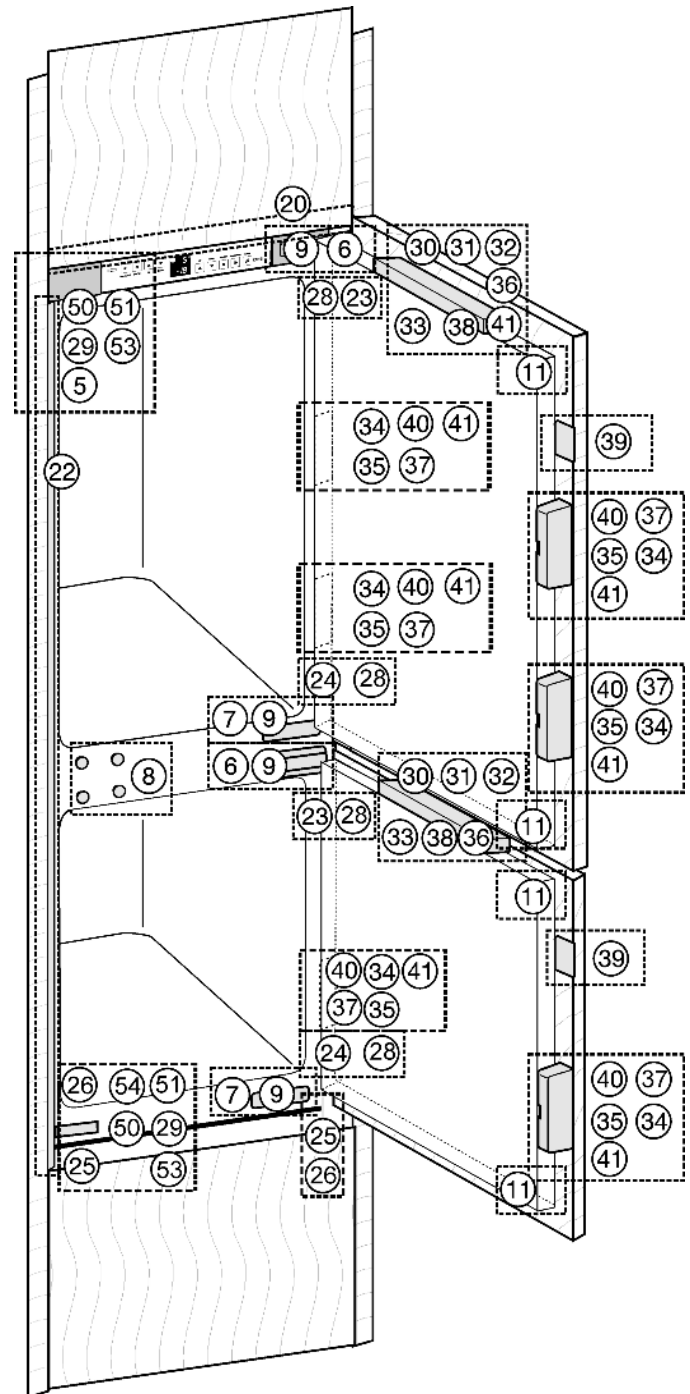
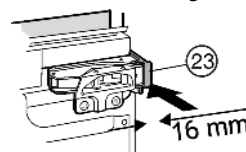
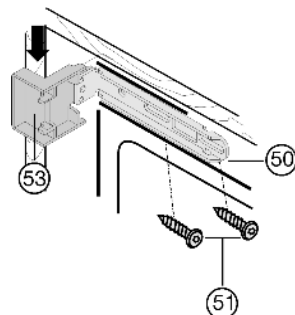
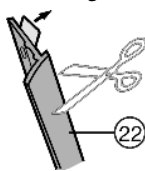

Fig. 8
Fig. 12
Fig. 13
Fig. 14
- ▶ Togliere le coperture Fig. 8 (5,6,7).
- ▶ Applicare a pressione il distanziatore Fig. 12 (23) sulla cerniera superiore e il distanziatore Fig. 8 (24) sulla cerniera inferiore.
- ▶ Inserire la copertura Fig. 13 (53) e la copertura Fig. 13 (50) in alto e in basso sulla squadretta di fissaggio.
- ▶ Fissare la squadretta di fissaggio Fig. 13 (50) in alto e in basso con viti Fig. 13 (51), in modo che la squadretta possa spostarsi ancora un po' a sinistra e a destra.
- ▶ Staccare la pellicola protettiva dal coprifuca Fig. 14 (22). Applicare il coprifuca Fig. 14 (22) lato maniglia e a filo con la sporgenza della copertura Fig. 13 (53) e incollarlo sulla parete dell'apparecchio.
- ▶ Accorciare se necessario il coprifuca Fig. 14 (22): il coprifuca Fig. 14 (22) deve terminare 3 mm sopra il bordo superiore della squadra di fissaggio inferiore Fig. 8 (50).
- ▶ Spingere l'apparecchio, finché le coperture Fig. 13 (53) non appoggino al fianco del mobile.
- ▶ tenere conto della quota della parte applicata (profondità degli elementi di battuta della porta): far sporgere le cerniere e le coperture Fig. 13 (53) della quota della parte applicata.
- ▶ Livellare l'apparecchio agendo sui piedini di regolazione Fig. 8 (25) servendosi della chiave fissa Fig. 8 (26) fornita in dotazione.